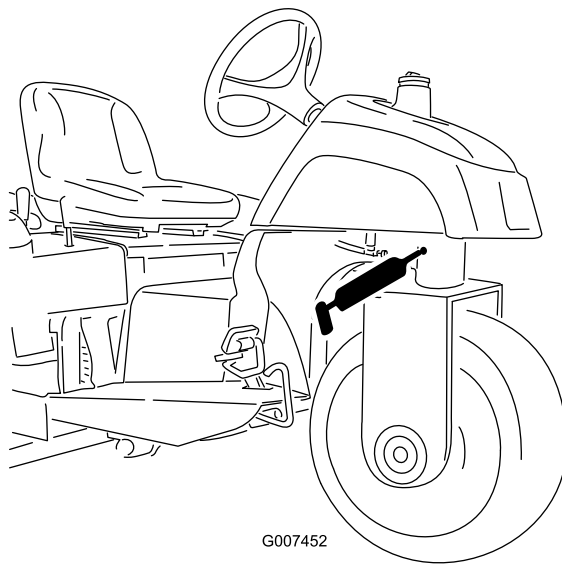

図 27
- ステアリングピボット (図 27)
注 ステアリングピボットの注入部 図 27 は面一フィッティングなので、グリスガン用ノズルアダプタが必要です。 パーツ番号は P/N 107-1998 ご注文は Toro 代理店へ。